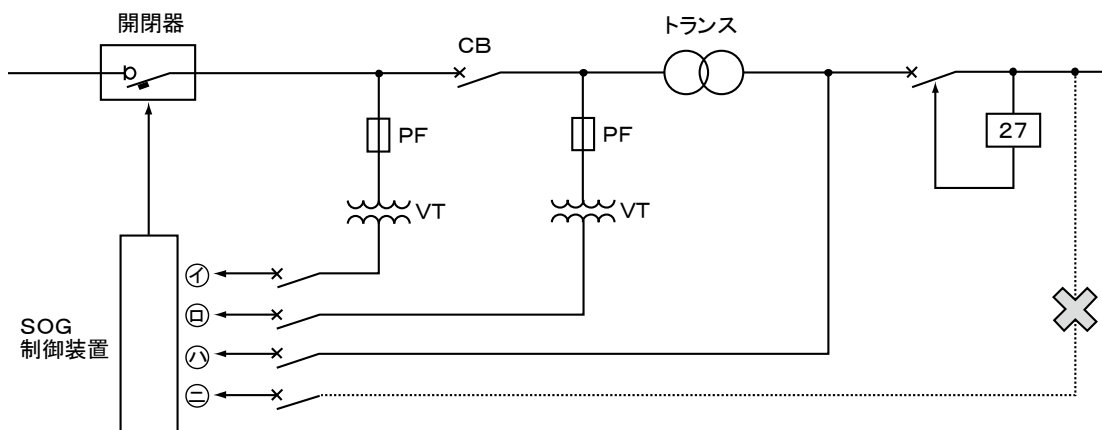

図9 制御電源のとり方
- ① 1.25mm2以上の600Vビニル絶縁電線（IV）、600Vビニル絶縁ケーブル（CVV）などを使用してください。
- ② 制御電源を別系統からとればSO動作（過電流→停電→蓄勢トリップ）ができません。
- ③ 制御電源用のスイッチが開いたり、ヒューズが溶断したりして、制御電源が切れることのないよう注意してください。
- ④ 操作変圧器（VT）は計器用変圧器を利用できます。
- ⑤ 雷サージなどの異常電圧はP2端子から接地へ放電するようにしていますので、P2端子に制御電源の接地相側を接続してください。
- ⑥ ⊖のとり方をしますと、もし電圧降下で「27」が動作し、配線用遮断器が開放すると制御電源がなくなりますので、配線用遮断器再投入までに事故が発生したとき、本開閉器で保護することができません。
- ⑦ 図9において④のとり方を推奨します。